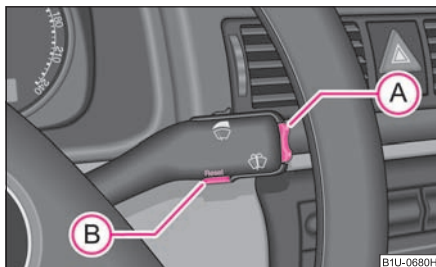

Fig. 25 Display-ul cu informații:
- Meniul se activează prin apăsarea tastei basculante **(A)** ⇒ fig. 25 mai mult de 1 secundă.
După 10 secunde sau după acționarea tastei **(A)** ⇒ fig. 25 simbolurile se vor dezactiva și vor fi înregistrate la punctul de meniu **CAR STATUS (STATUT AUTOV.)**. ►